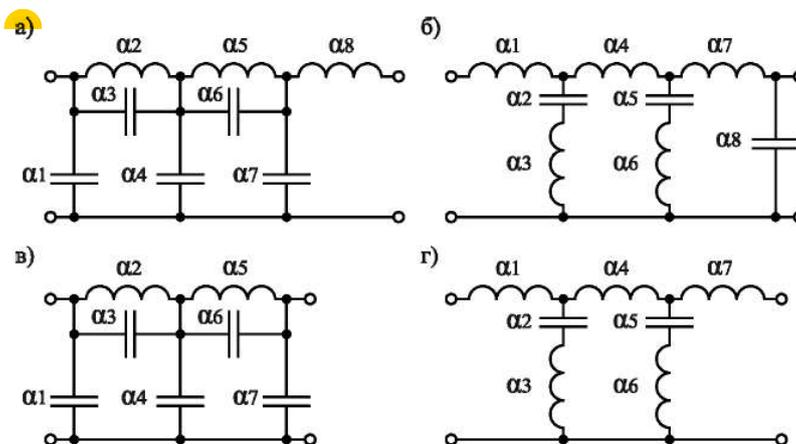

Рис.3. Схемы фильтров Кауэра (фильтров гармоник)
2. Начертить схему фильтра Кауэра в соответствии с номером задания из табл. 1 по рис. 3 (в любой программе).